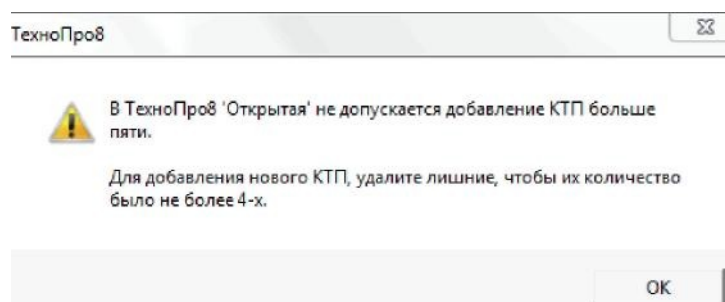

Рис. 1
5. В системе «ТехноПро 8 Открытая» не допускается создание более пяти технологических процессов. При появлении диалогового окна, представленного на рис. 1, удалите лишние техпроцессы.